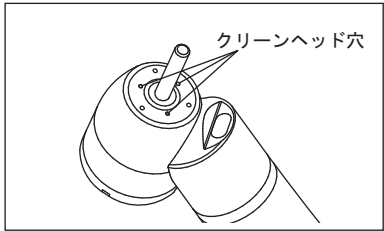

図4
- 2) クリーンヘッド穴まわりの汚れを落とします。（図4）